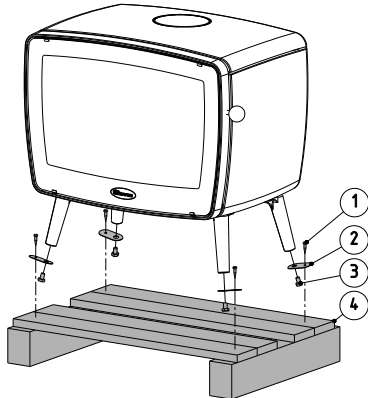

Fig. 2 Demontering fra transportpall Vintage 35 og 30
1. Fjern ildstedet fra transportpallen (4) som vist på fig. 2. Fjern skruene (1) og deretter mutterskrue (3). Monter deretter nederste delen på bena (se fig. 5).